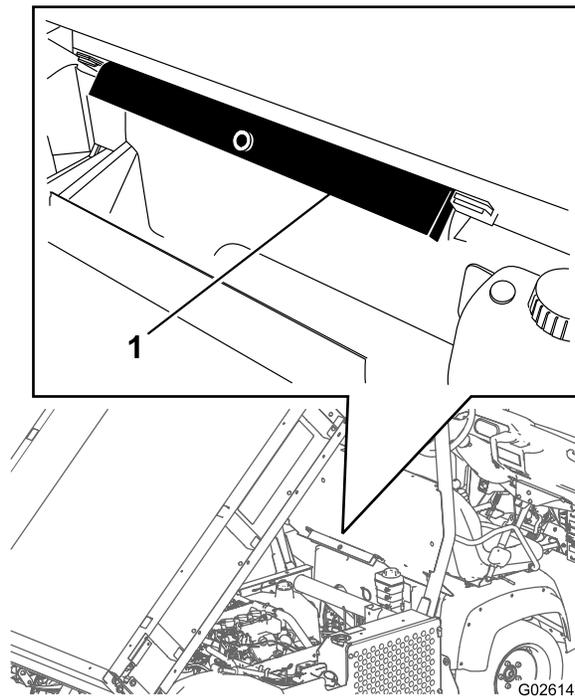

图 13
2. 从 ROPS 面板背面的存放架上取下货斗支架图 13。